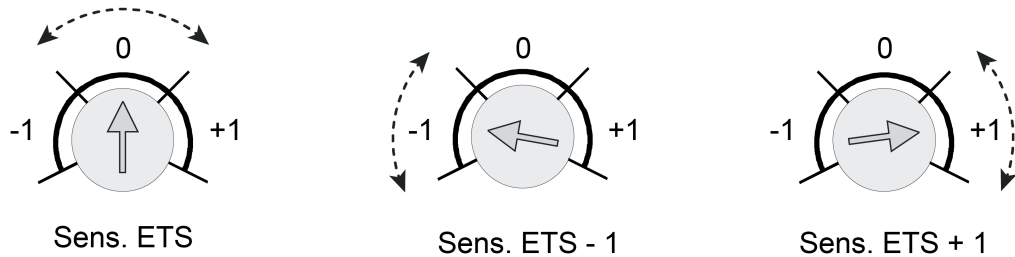

Bild 19: Beispiel zu den Einstellbereichen des Empfindlichkeitseinstellers am Gerät
- (7) Schiebetaster zur Vor-Ort-Bedienung (Einstellung der Betriebsart und Aktivierung des Programmiermodus )
- (8) Empfindlichkeitseinsteller
- (10) Taste "ON" zur Betriebsartenumschaltung und zur Aktivierung des Programmiermodus
- (11) Taste "OFF" zur Betriebsartenumschaltung
Die Empfindlichkeit der Bewegungserfassung, die ein Maß für die Reichweite der PIR-Auswertung ist, kann getrennt für die beiden PIR-Sektoren in der ETS parametrisiert werden und ist darüber hinaus vor Ort am Gerät nach der Inbetriebnahme veränderbar. Hierzu verfügt das Gerät über den Einsteller (8), der das Verändern der parametrisierten Empfindlichkeitseinstellung aller PIR-Sektoren ermöglicht. Die Empfindlichkeit kann durch den Einsteller um maximal eine Stufe verringert oder erhöht werden (Bild 19).